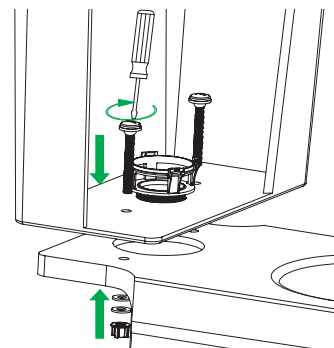

Рис. 16 / 16-сур.
2. Вставьте болты с надетой резиновой прокладкой в отверстие бачки и чаши унитаза и закрепите бачок на унитазе согласно рис. 16.